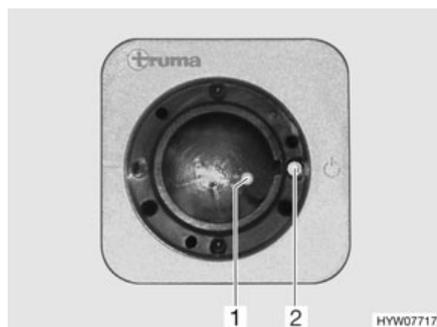
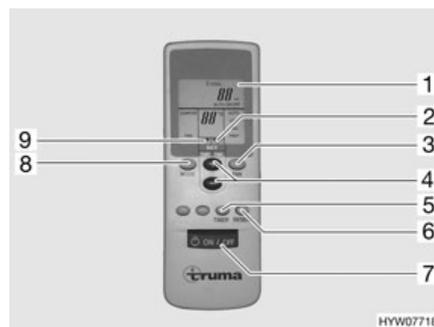

Fig. 193 Receptor
Fig. 194 Mando a distancia
- Conectar el mando a distancia por medio del interruptor (Fig. 194,7). La luz de control verde (Fig. 193,1) indica el funcionamiento de refrigeración.
- Ajustar el modo de funcionamiento deseado con la tecla (Fig. 194,8).
- De ser necesario, ajustar la potencia del ventilador y la temperatura ambiente deseadas con las teclas (Fig. 194,3 y 4). La flecha (Fig. 194,9) indica el modo de ajuste seleccionado.
- ▷ En el receptor se encuentra un pulsador interruptor adicional (Fig. 193,2) con el cual la instalación de aire acondicionado también se puede desconectar o conectar sin mando a distancia. En caso de que se conecte la instalación de aire acondicionado por medio de este pulsador interruptor, automáticamente se seleccionará el último modo de funcionamiento ajustado en el mando a distancia.
- Para desconectar, volver a pulsar la tecla (Fig. 194,7) del mando a distancia.
- Para la programación, conectar la instalación de aire acondicionado con la tecla (Fig. 194,7) del mando a distancia.
- Ajustar el modo de funcionamiento y la temperatura ambiente deseados con las teclas (Fig. 194,8, 3 y 4).
- Seleccionar la función deseada (Fig. 194,1) con la tecla (Fig. 194,5):
- Seleccionar el tiempo de conmutación deseado (de 1 a 15 horas) con las teclas (Fig. 194,4). La flecha (Fig. 194,2) parpadea e indica el modo de ajuste seleccionado.
- ▷ Con la tecla (Fig. 194,6) se realizan transmisiones repetidas de los ajustes del mando a distancia al emisor.